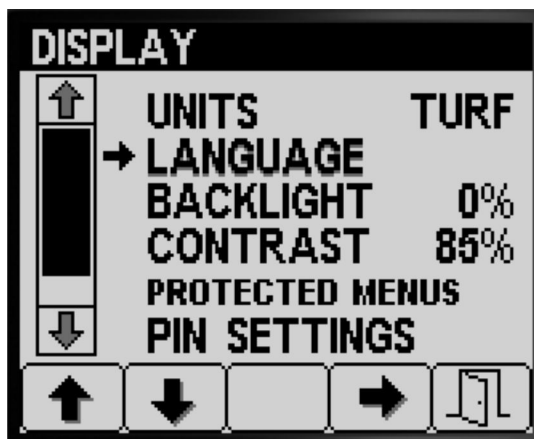

Figure 18
- Appuyez sur le bouton 1 ou 2 pour naviguer jusqu'à l'option LANGUE (Figure 18).
- Appuyez sur le bouton 4 pour sélectionner l'option LANGUE (Figure 18).